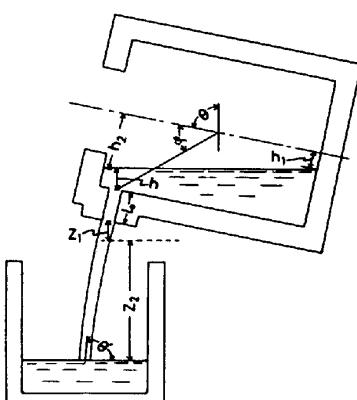

Fig. 1 Schematic diagram of model.
2. 計算法・結果: Fig. 1 で $\theta$ を一定に保ち、半径 $R_2$ 、高さ $H$ の円筒状転炉を傾動する。注入高さ $z$ 、出鋼口流速 $U_0$ ; [傾動時] 出鋼口(直径 $D_0$ )は炉底から $9/10$ の位置にあり、Fig. 1 の破線を水平時出鋼口先端とする。 $Z = Z_1 + Z_2 = (R_2^2 + (4H/10)^2)^{1/2} \{ \sin \varphi - \sin(\varphi + \theta - 90^\circ) \} + Z_{2i} - (D_0/2R_1)^2 U_0 t \dots (1)$ ,  $U_0 = [Zg(l_0 \sin \theta + h)]^{1/2} \dots (2)$ , [水平時] 水平到達時  $Z = Z^*$ ,  $h_i = h_i^0$  とする  $Z = Z^* + H/(\pi R_1^2) \cdot [R_2^2 \{ \sin^{-1}(h_i^0/R_2) - \sin(h_i^0/R_2) \} + h_i^0(R_2^2 - h_i^0)^{1/2} - h_i^0(R_2^2 - h_i^0)^{1/2}] \dots (3)$ , ただし  $dh_i/dt = -[\pi D_0^2/(8H)] \{ 2g(R_2 + l_0 - h_i)/(R_2^2 - h_i^2) \}^{1/2} \dots (4)$  を解いて  $h_i$  を(3)式に代入する。 $U_0$ : (2)式で  $\theta = 90^\circ$  とする。既報1)の諸式にこれら  $U_0$ ,  $Z$  を代入すれば累積ガス巻込量 $G$ などが得られる。結果 (1) Fig. 2 に転炉傾動角 $\theta$ 、取鍋(半径 $R_1$ )内溶鋼注入角 $\theta'$ 、 $G$ 、 $Z_1$ 、 $Z_2$ 、 $\Delta[\bar{O}]_E$ (巻込気泡からの酸素吸収)、 $\Delta[\bar{O}]_{St}$ (注入流側面の酸素吸収)の推移例(200t転炉)を示す。(2) 転炉および取鍋形状(高さ/直径)、 $l_0/D_0$ 、 $Z_f$ (最終注入高さ)が同一ならば $G$ は炉底の低下でやや上昇。(3) 炉容一定のとき $G$ の炉体形状への依存は小さい。(4)  $Z_f$ の低下により $G$ は低下する。(扁平取鍋では $G$ は低い)。(5) 同一炉で溶解量を低下すれば $G$ はやや低下。(6)  $G$ は出鋼口形状( $l_0/D_0$ )に強く依存する。(Fig. 3 参照) Fig. 3 は200t転炉出鋼時の吸収量推算法を示す。Fig. 3-(a) で任意の $D_0$ 、 $l_0$ (実線)をとり①→②と進めば上横軸から $\Delta[\bar{O}]_E$ 、任意の $D_0$ 、 $l_0$ (破線)では①→③により下横軸から $\Delta[\bar{O}]_{St}$ 、Fig. 3-(b) に入り①→②→④で $\Delta[\bar{N}]_E^0$ (100% 窒素吸収)、任意の $[O](\%)$ をとると①→②→⑤から $\Delta[\bar{N}]_E$ をうる。なお Fig. 3 は上記(2)~(5)の結果から判断し、極端な条件でない限り、他の炉容にも適用できる。